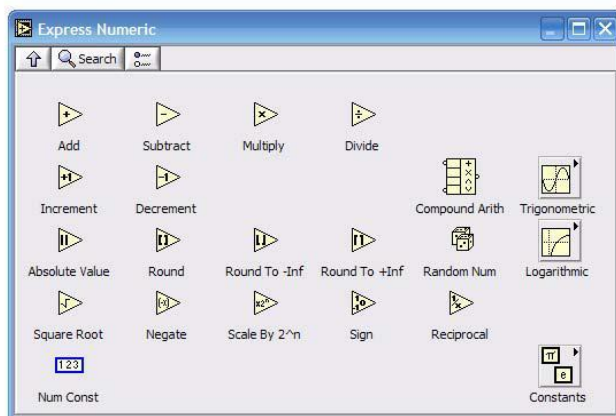

Рисунок 6.14 – Функции вычислительного прибора
6. Выберите функции вычислительного устройства из палитры «*Functions*» >> «*Numeric*» >> «*Express Numeric*»: сложение (*Add*), вычитание (*Subtract*), умножение (*Multiply*) и деление (*Divide*) (рисунок 6.14).